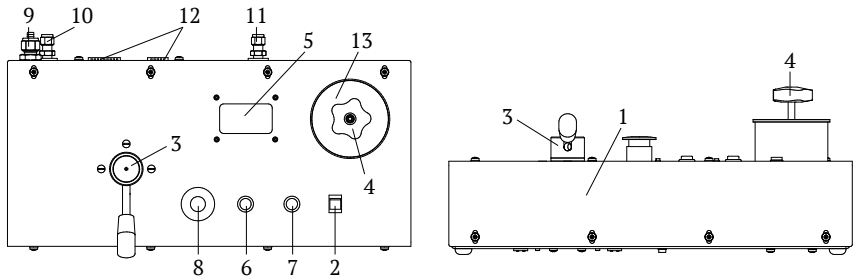

Рис. 2. Внешний вид пульта управления:
4.2 Внешний вид пульта управления показан на рис. 2.
4.7 Пульт управления состоит из корпуса 1 (Рис.2) изготовленного из стального листа и окрашенного порошковой эмалью. На пульте установлены: кнопка включения системы 2, рычаг переключения режимов работы 3, позволяющий переключать систему в режим предварительной накачки и в режим регулирования давления, так же установлен стакан 13 для рабочей жидкости и вентиль сброса давления 4. Информационный дисплей 5 предназначен для отображения текущего и установочно-максимального создаваемого давления системы. Дисплей не является СИ (является индикатором). Кнопки 6 и 7 позволяют в ручную изменить максимальное давление в диапазоне 0...61 МПа. Кнопка 6 служит для понижения установочного давления, а кнопка 7 соответственно для его повышения (при длительном нажатии значение будет изменяться на 1 МПа, при коротком на 0.2 МПа). Кнопка аварийного отключения 8 служит для выключения системы при аварийной ситуации. В пульте управления установлена электронная плата управления, выпускной клапан, шаровый кран с датчиками положения, а сам пульт предназначен для управления всей системой и изменения режимов ее работы.
4.10 Режим предварительного создания давления (определяется положением *рукоятки 3 (Рис. 2)* пульта управления). Данный режим используется для заполнения присоединенных манометров или других гидравлических устройств, рабочей жидкостью, путем сжатия оставшегося в них воздуха. При отклонении джойстика от себя происходит включение движения штока насоса вперед, со скоростью пропорциональной величине отклонения, и рабочая жидкость вытесняется через выпускной клапан в систему и в подключенные манометры или другие устройства. При достижении штоком конечного положения возрастание давления на выходе системы прекращается и он автоматически возвращается в начальное положение (рукоятку джойстика отпускать не нужно) с максимальной скоростью (в этот момент происходит всасывание рабочей жидкости из *стака на 13 (Рис. 2)* в полость насоса через впускной клапан). При достижении штоком начального положения, он автоматически начинает двигаться вперед возобновляя цикл повышения давления со скоростью определяемой положением джойстика. Далее процесс повторяется циклически. Количество циклов зависит от внутреннего объема присоединенных манометров или другого оборудования. При приближении давления в системе к необходимому, необходимо снизить скорость повышения путем уменьшения угла отклонения рукоятки джойстика. Затем полностью остановить поднятие давления отпустив джойстик, после чего происходит автоматический возврат штока в начальное положение. В данном режиме джойстик работает только от себя, т. е. на повышение давления.